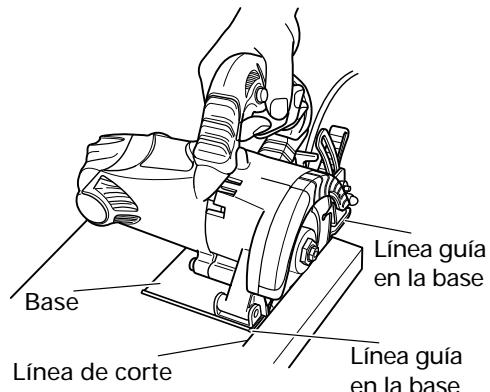

Fig. 5
- Coloque el cuerpo de la máquina (base) sobre el material a cortar; use el lateral de la base para alinear el disco de diamante con la línea de corte. (Fig. 5)